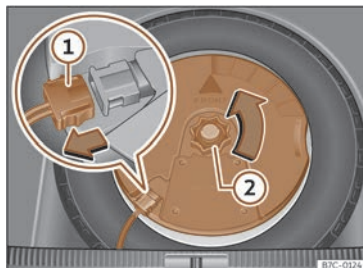

Fig. 233 Dans le coffre à bagages : démonter le subwoofer.
- Déconnectez le câble du haut-parleur subwoofer >>> fig. 233 ①.
- Dévissez la molette de fixation en la tournant dans le sens inverse des aiguilles d'une montre >>> fig. 233 ②.